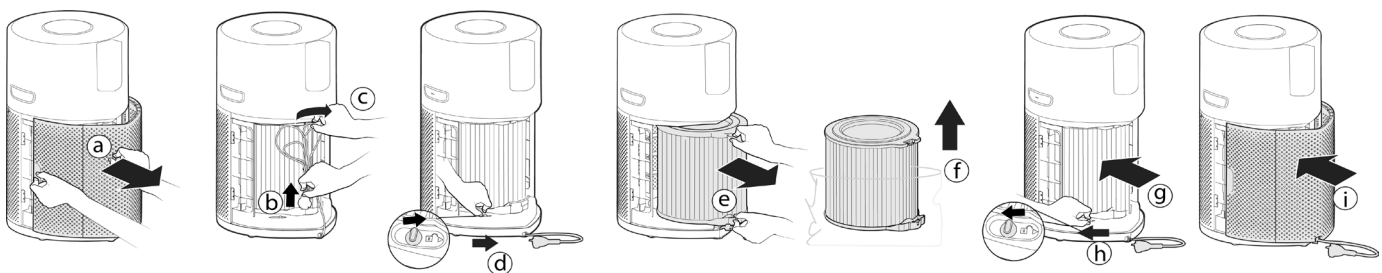

Fig. 1
1. Ensemble du filtre [Fig. 1]